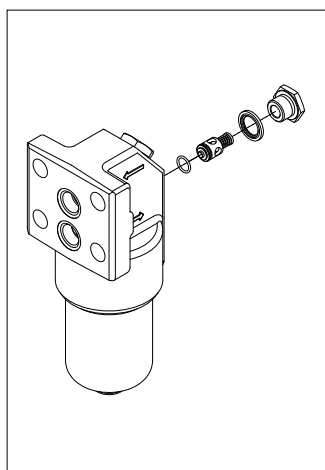

fig. 17
- (Fig. 17) Sostituire gli O-ring del bypass